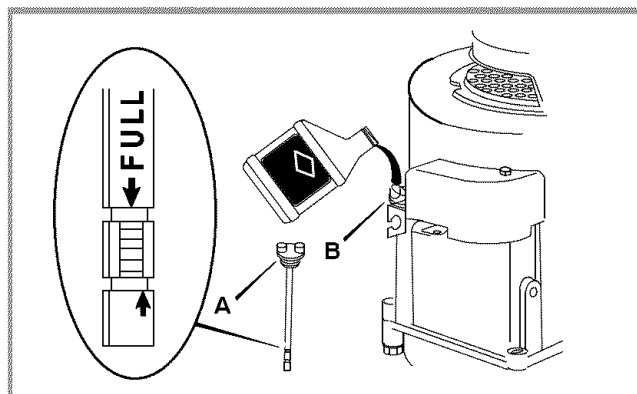

Figura 6: Llenado de aceite
- Asegúrese de que el motor esté nivelado. Retire la varilla indicadora de nivel de aceite (A) de la boca de llenado del motor (B).
- Asegúrese de que el nivel de aceite esté en la marca FULL (LLENO) que figura en la varilla indicadora (ver Figura 6).
- Verifique el nivel de aceite diariamente o después de cada ocho (8) horas de operación.
- 6 Llene de aceite hasta la marca FULL (LLENO) que figura en la varilla indicadora (ver Figura 6). Vierta el aceite lentamente. No lo llene en exceso.